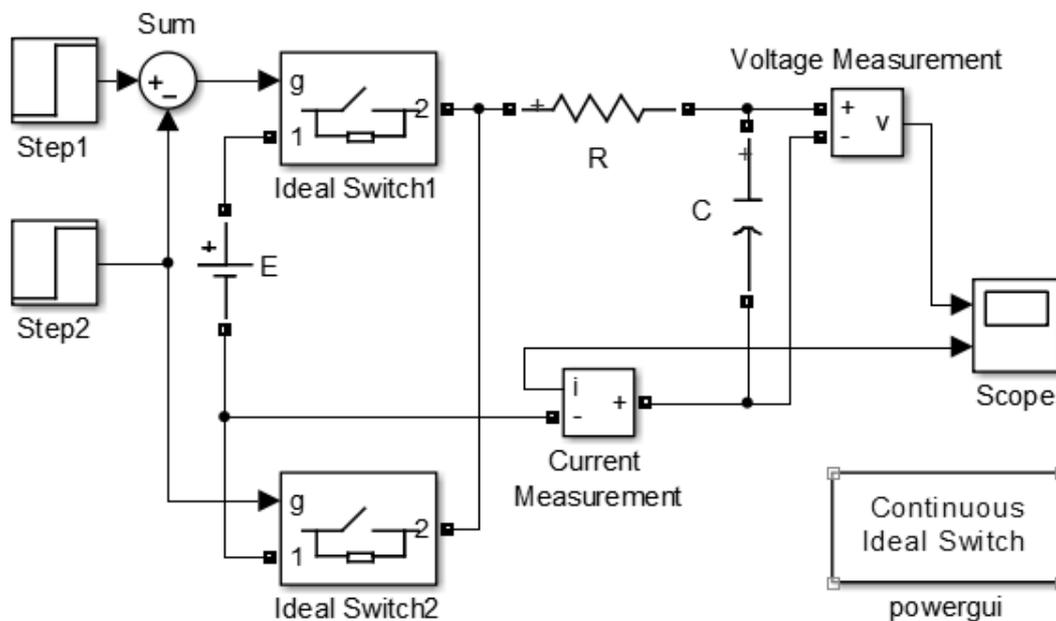

Рисунок 13
3.1 Добавить в окно модели (рисунок 13) необходимые блоки из библиотеки **SimPowerSystem**: блок **DC Voltage Source**, два блока **Series RLC Branch**, блоки **Voltage Measurement** и **Current Measurement** (из раздела **Measurements**), два блока **Ideal Switch** (из раздела **Power Electronics**), блок **Powergui**; из библиотеки **Simulink**: два блока **Step** (из раздела **Sources**), блок **Scope** и блок **Sum** (из раздела **Commonly Used Blocks**).
3.2 Выполнить необходимые соединения блоков (рисунок 13) и задать названия блокам цепи в соответствии с вариантом задания.